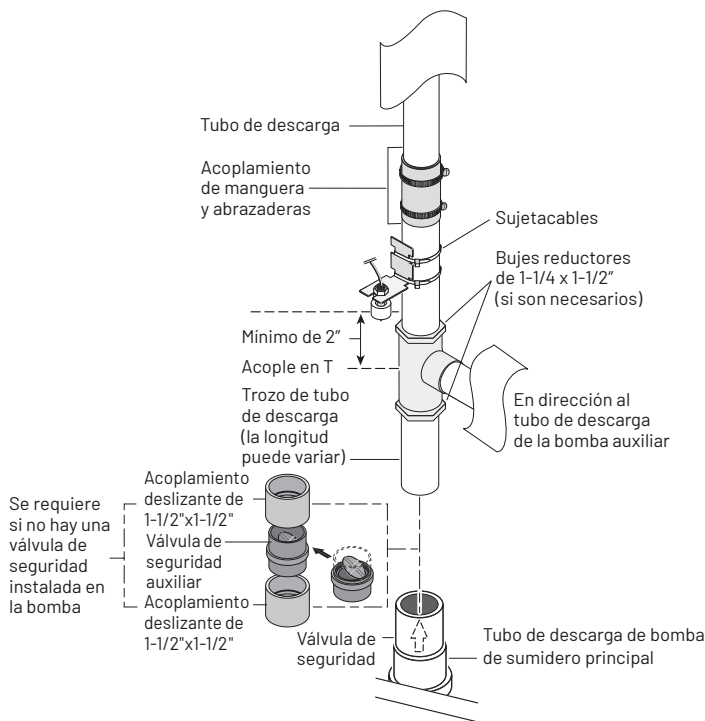

FIGURA 4: INTERRUPTOR DE FLOTADOR DE LA BOMBA AUXILIAR
9. Coloque un trozo de tubería en la parte superior de la válvula de retención en la descarga de la bomba principal. Ver Figura 4.
13. Coloque sin ajustar el ensamblaje del interruptor de flotador a la tubería de descarga con los sujetacables. Ver Figura 4. No ajuste los sujetacables. Es posible que se deban hacer ajustes más tarde.